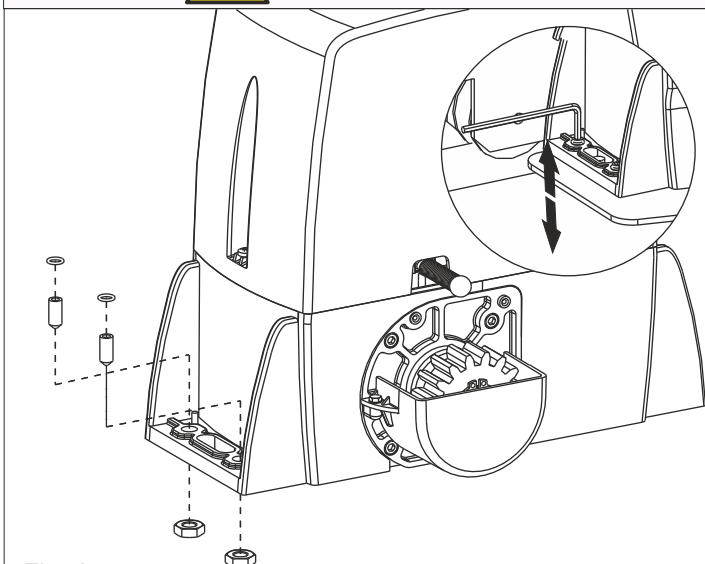

Fig. 6
- 4.1.** Insérer les 4 vis sans tête dans les trous afin d'ajuster l' hauteur de l'opérateur sur la plaque (Fig. 6)